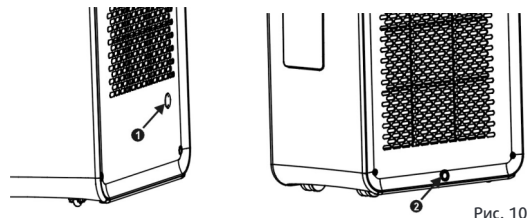

Рис. 10
1. Когда устройство работает в режиме охлаждения, установка дренажной трубки для отвода конденсата не требуется, т.к. конденсат испаряется автоматически. Убедитесь, что когда устройство находится в работе, резиновая заглушка сливного шланга надежно закреплена (см. рис.10).
2. При работе в режиме обогрева выньте резиновую заглушку (2) сливного шланга (Рис.10), установите соответствующий сливной шланг, чтобы повысить эффективность обогрева.
3. При работе в режиме осушения выньте резиновую заглушку (2) сливного шланга, установите соответствующий сливной шланг.
При заполнении емкости для сбора конденсата воду необходимо сливать, иначе прибор не будет работать. Сливать конденсат необходимо, открыв нижнюю заглушку у основания прибора (Рис.10 поз.2).
Для постоянного отвода конденсата в условиях повышенной влажности в помещении можно использовать отверстие для постоянного отвода конденсата в центре прибора (Рис.10 поз.1).